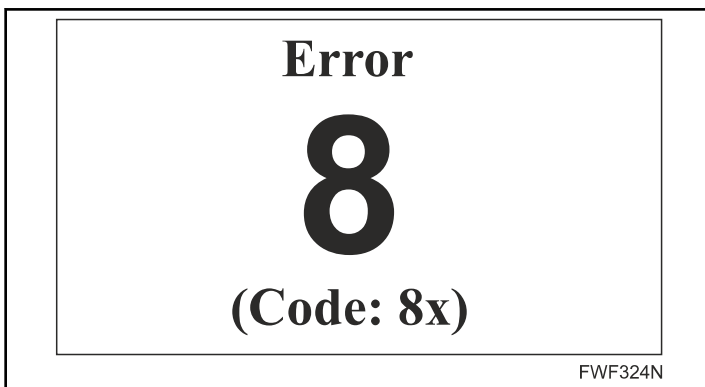

Figura 16
- Em caso de falha no interruptor de pressão (fluxo de ar) ou alteração não permitida dos parâmetros do sistema de exaustão externo da máquina, a mensagem de atenção 8 (*Figura 16*) é exibida.